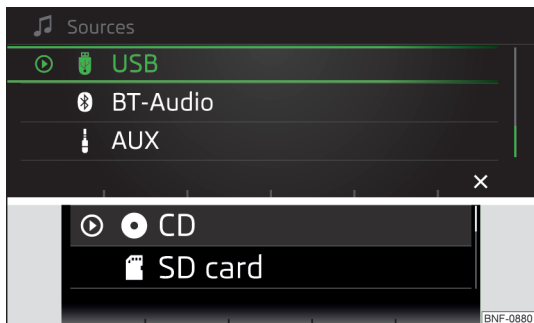

Fig. 106
- ▶ Acționați tasta funcțională . Cu butonul rotativ  selectați sursa audio » fig. 106 și selectați directorul/titlul dorit.